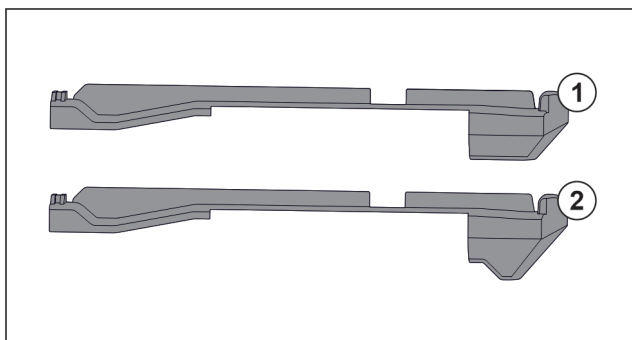

Fig. 147 Сравнение на наставките
В уреда има два вида наставки. Наставката над най-долното чекмедже Fig. 147 (2) има триъгълен ръб. Всички останали наставки Fig. 147 (1) имат прав ръб.
- ▶ Поставете наставката Fig. 147 (2) с триъгълния ръб над най-долното чекмедже.
- ▶ Поставете наставка Fig. 147 (1) с прав ръб на всички останали места.